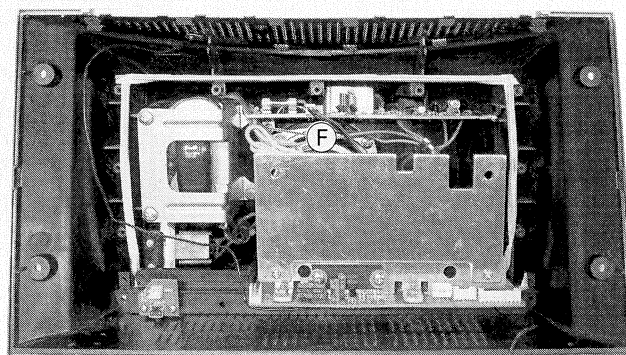

Fig. 4
- Schraube (F) (Fig. 4) herausdrehen.
- Undo screw (F) (Fig. 4).